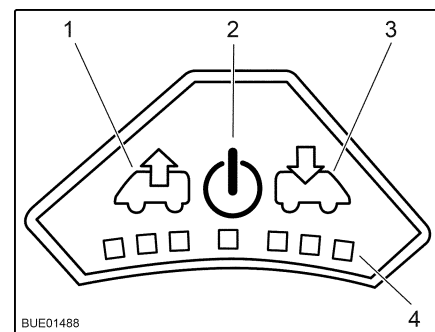

Fig. 50 Cuadro de mando del ventilador
- Conectar:** ■ Pulsar la tecla On/Off (Fig. 50,2). El ventilador funciona en el modo confort (extracción con la velocidad más baja del ventilador).
- Purgar:** ■ Para aumentar la velocidad del ventilador: Pulsar la tecla de extracción (Fig. 50,1). La velocidad del ventilador aumenta un nivel en el sentido de extracción de aire. Los LED (Fig. 50,4) muestran los niveles de ajuste.
- Para disminuir la velocidad del ventilador: Pulsar la tecla de ventilación (Fig. 50,3). La velocidad del ventilador disminuye un nivel.
- Ventilar:** ■ Para aumentar la velocidad del ventilador: Pulsar la tecla de ventilación (Fig. 50,3). La velocidad del ventilador aumenta un nivel en el sentido de ventilación. Los LED (Fig. 50,4) muestran los niveles de ajuste.
- Para disminuir la velocidad del ventilador: Pulsar la tecla de extracción (Fig. 50,1). La velocidad del ventilador disminuye un nivel.
- Desconectar:** ■ Pulsar la tecla On/Off (Fig. 50,2). El ventilador se detiene, los LED se apagan.